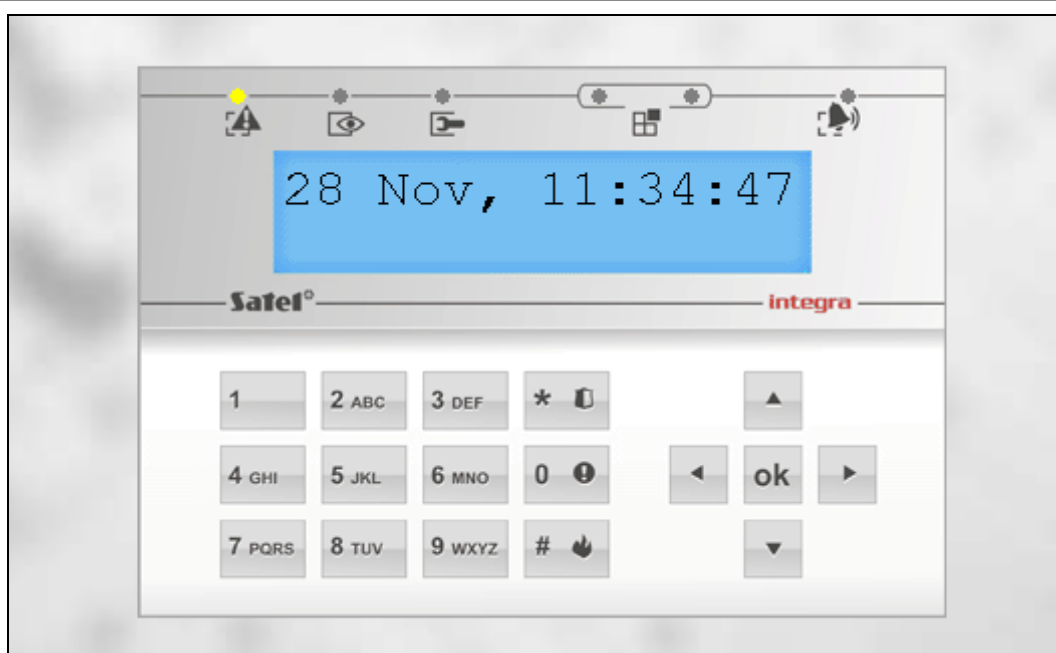

Abb. 20. Internetbrowser: Virtuelles Bedienteil.
5. Im Webbrowser erscheint das virtuelle Bedienteil (Abb. 20).